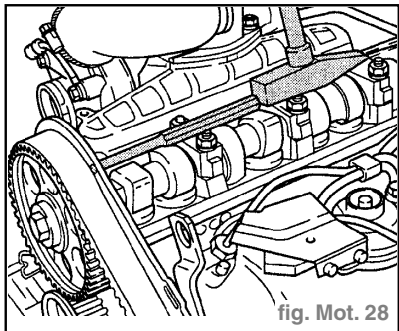

fig. Mot. 28
- Passer un mandrin à travers l'alésage de la protection arrière de courroie crantée et désolidariser du cône d'arbre à cames le pignon d'arbre à cames d'un coup de maillet (fig. Mot. 28).